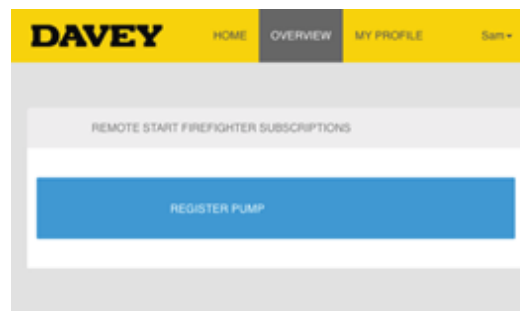

Figure 7.14
- > Cliquez sur « REGISTER PUMP / ENREGISTRER LA POMPE » (Figure 7.14) ;